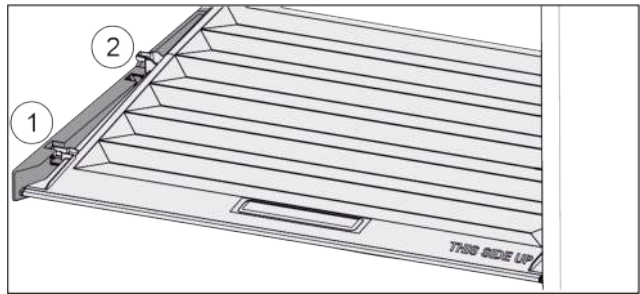

Fig. 63
- ▶ Deckel bis zur Öffnung in den Halteteilen nach vorne ziehen *Fig. 63 (1)*.
- ▶ Hinten von unten anheben und nach oben wegnehmen *Fig. 63 (2)*.